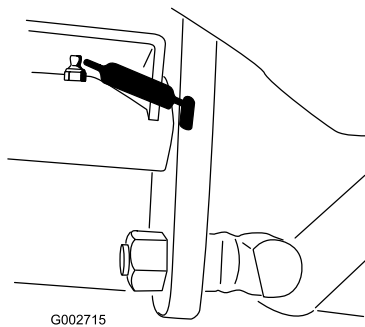

Figure 22
- Pivots de pédale de déplacement (1) (Figure 22)